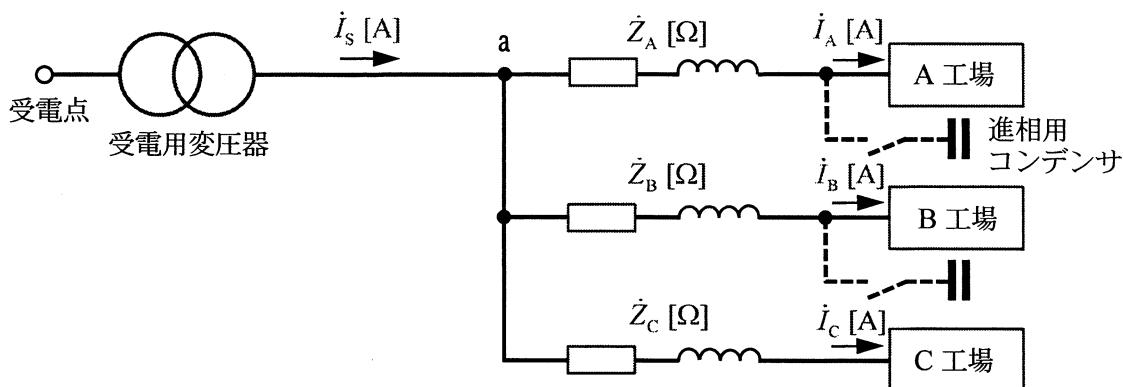

図2
(6) 図2に示すような配電系統があり、受電用変圧器から三相3線式の高圧配電線によってA、B及びCの3工場に電力が供給されている。各工場までの配電線の1相当たりのインピーダンスは、 $\dot{Z}_A = 0.15 + j0.1 [\Omega]$ 、 $\dot{Z}_B = 0.24 + j0.1 [\Omega]$ 及び $\dot{Z}_C = 0.2 + j0.15 [\Omega]$ であり、その他の配電線のインピーダンスは無視できるものとする。